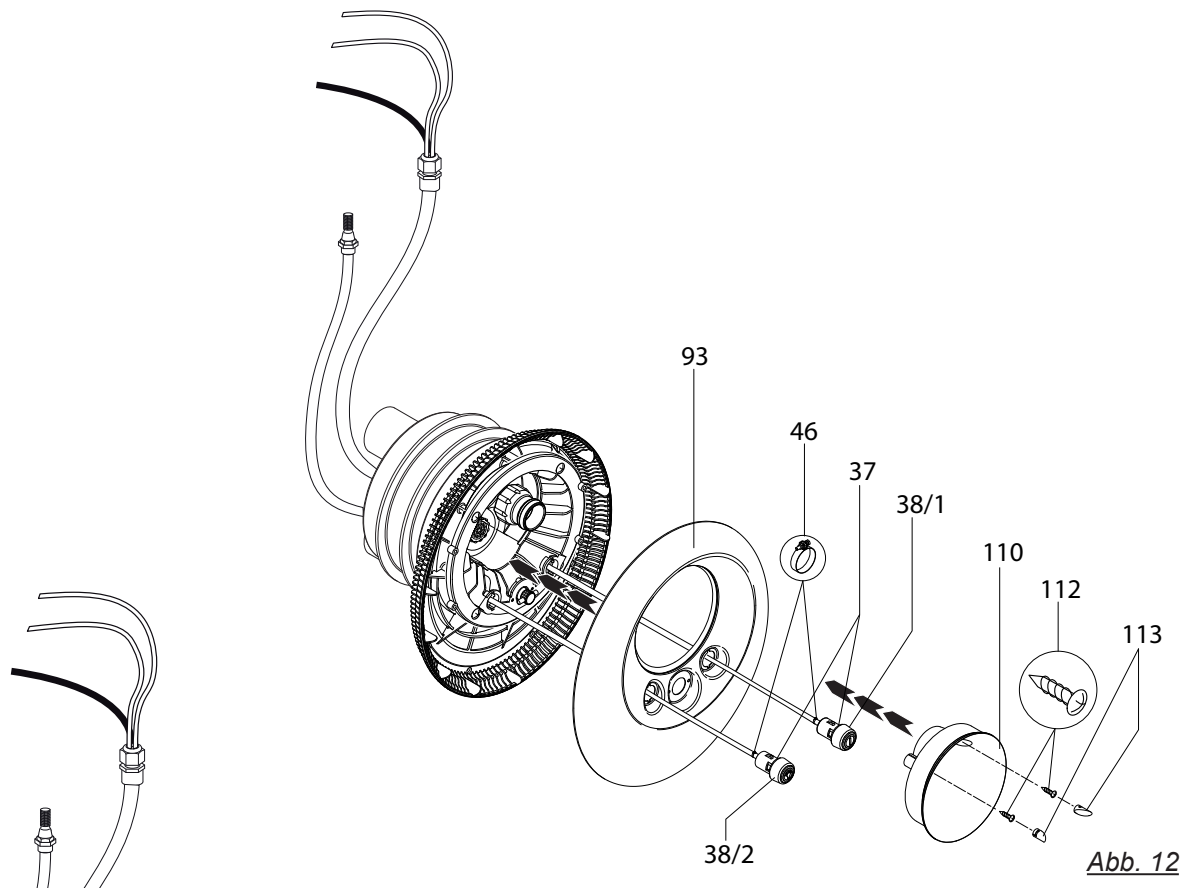

Abb. 12
8. Pneumatikschläuche durch die Öffnungen in der Edelstahlblende (93) führen (Licht EIN/AUS links; Pumpe EIN/AUS rechts) und an den entsprechenden Tastern mit den Schlauchklemmen (46) befestigen. (Abb. 12)